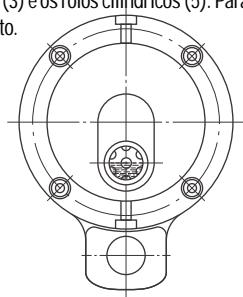

Figura 1 / Figure 1
- No contra-recoo forma 255, deve ser retirado o parafuso localizado na parte superior da tampa (2) e colocado óleo lubrificante até verificar que seu nível esteja na metade do visor (16) (ver Figura 1).